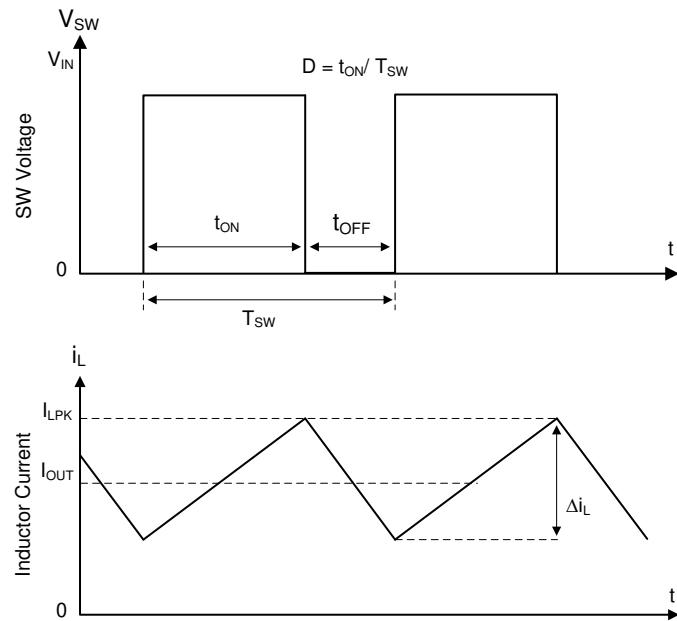

图 6-1. 连续导通模式 (CCM) 下的 SW 节点和电感器电流波形
TPS54x38 的以下运行说明涉及功能方框图和图 6-1 中的波形。TPS54x38 是一款同步降压转换器，具有集成式高侧 (HS) 和低侧 (LS) MOSFET (同步整流器)。TPS54x38 通过使用受控的占空比打开高侧和低侧 NMOS 开关来提供稳定的输出电压。高侧开关导通期间，SW 引脚电压上升至约 V_{IN} ，电感器电流 i_L 以线性斜率 ($V_{IN} - V_{OUT}/L$) 增加。当高侧开关被控制逻辑断开时，低侧开关在经过反击穿死区时间后将会导通。电感电流通过低侧开关以斜率 $-V_{OUT}/L$ 放电。降压转换器的控制参数为占空比 $D = t_{ON}/T_{SW}$ ，其中 t_{ON} 是高侧开关导通时间， T_{SW} 是开关周期。转换器控制环路通过调整占空比 D 来维持恒定的输出电压。在可忽略损耗的理想降压转换器中， D 与输出电压成正比，与输入电压成反比： $D = V_{OUT}/V_{IN}$ 。